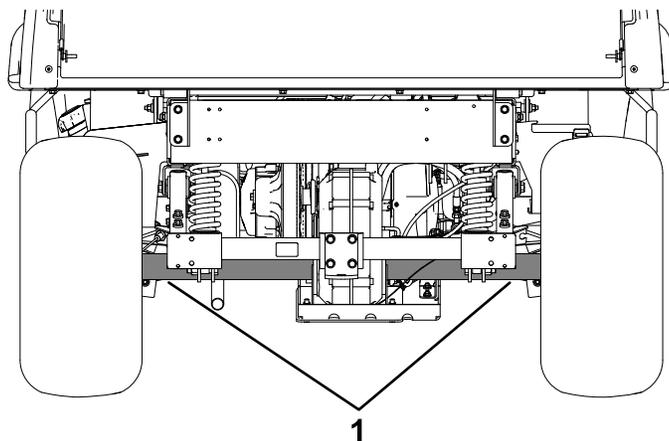

図 20
- 車体後部のジャッキアップポイントはアクスルチューブの下側です 図 20。